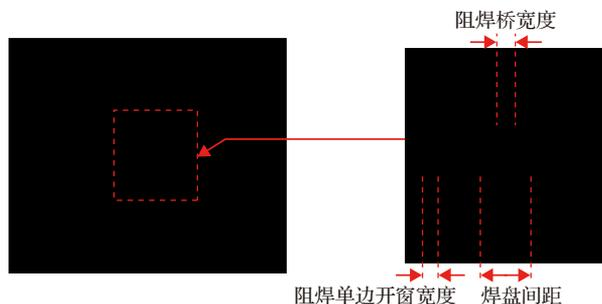

图 6-32 练习题 8 图
8. IC 阻焊桥是指两个 IC 焊盘之间的阻焊油墨，阻止焊料流动。不同的 PCB 制造商对可实现阻焊桥生产的焊盘间距（见图 6-32）要求各不相同。在嘉立创制造 1oz 铜厚的 PCB 时，以下选项中哪些相邻 IC 焊盘间距参数能够保留阻焊桥？（ ）（多选题）